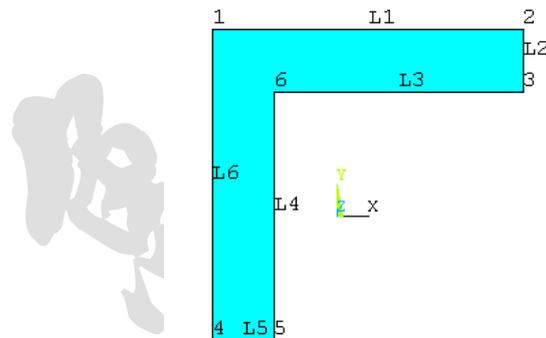

图9.11 由关键点生成面
(10) 单击【Utility Menu】|【Workplane】|【Display Working Plane】菜单关闭工作平面栅格。然后单击 Main Menu>Preprocessor>Modeling>Create>Areas>Arbitrary>Through KPs 菜单，依次在图形视窗中选择关键点 1、2、3、6、5 和 4，单击【OK】按钮。即生成了直角形的面，打开线编号显示，如图 9.11 所示。